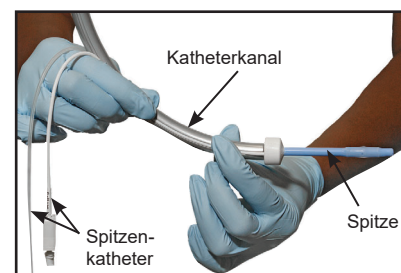

Abbildung 1
2. Sicherstellen, dass die Spitzenkatheter fest in den Katheterkanälen am Griff sitzen (siehe Abb. 1 und 2).